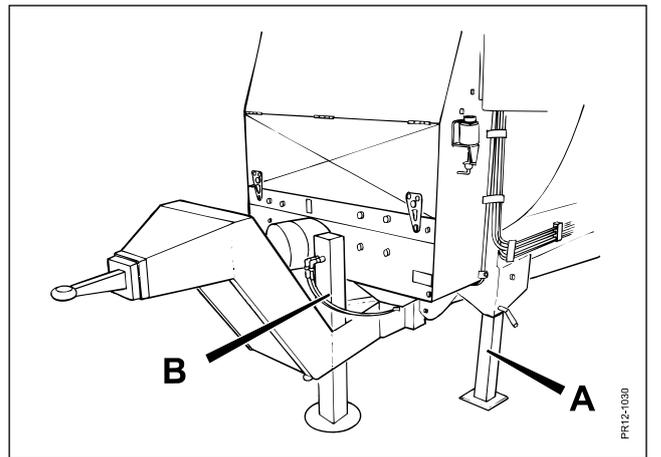

Fig. 4.12
- Fig. 4.12** Enlever les 2 béquilles A. Abaisser le châssis au moyen de la béquille B. Démontez le vérin de caisse et la chape.
- Fig. 4.12** Remonter alors la remorque complète avec la béquille hydraulique, et remettre les béquilles A en place.